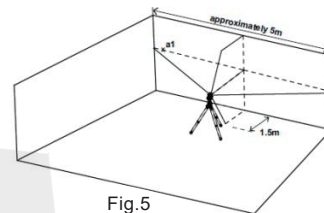

Fig.5
3. Marquez le point a1 sur le mur, au milieu de la ligne horizontale, à l'extrémité gauche de la ligne horizontale (voir figure 5).